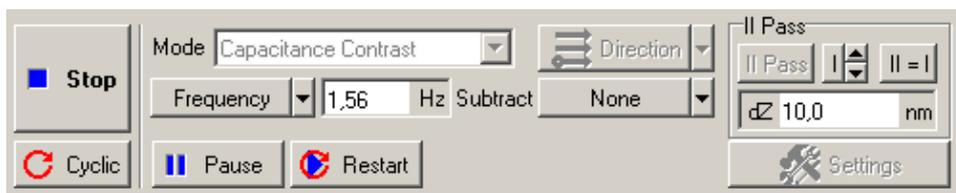

Рис. 9-36. Панель управления вкладки Scan во время сканирования
- на панели управления вкладки **Scan** некоторые кнопки исчезнут, и появится ряд новых кнопок: **Pause**, **Restart**, **Stop** (Рис. 9-36).
- dZ** расстояние, на которое отводится зонд во время сканирования на втором проходе. Чем больше **dZ**, тем меньше влияние рельефа поверхности на результаты измерений, проводимых на втором проходе. В то же время, с ростом высоты уменьшается чувствительность метода. В поле ввода **dZ** на панели управления (см. Рис. 9-36) установите желаемую высоту подъема зонда (опускания образца).